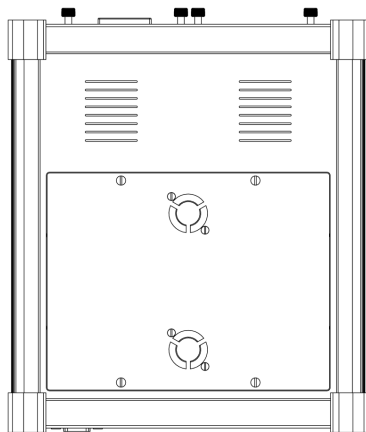

Рис. 2.3: Нижняя панель платформы
2. от двух внутренних аккумуляторных элементов (см. рис. 2.3).